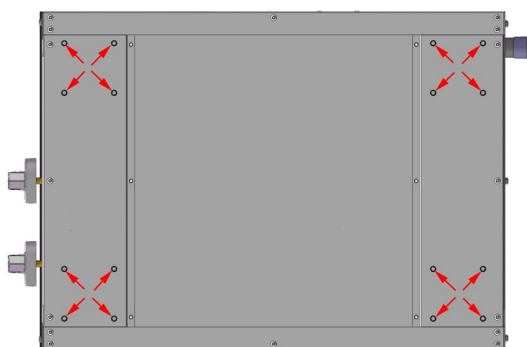

FIG 1
- 2 Tournez le châssis à l'envers et localisez la plaque de pied pour toucher les quatre trous de vis ( Fig. 1).